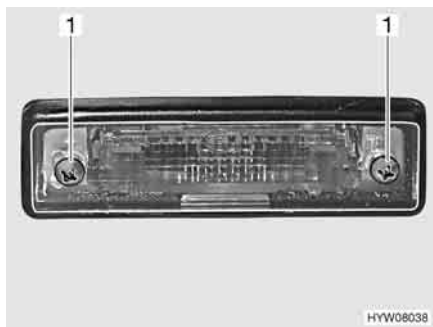

Fig. 231 Luci posteriori (luce targa)
- Svitare due viti degli involucri (Fig. 231,1).